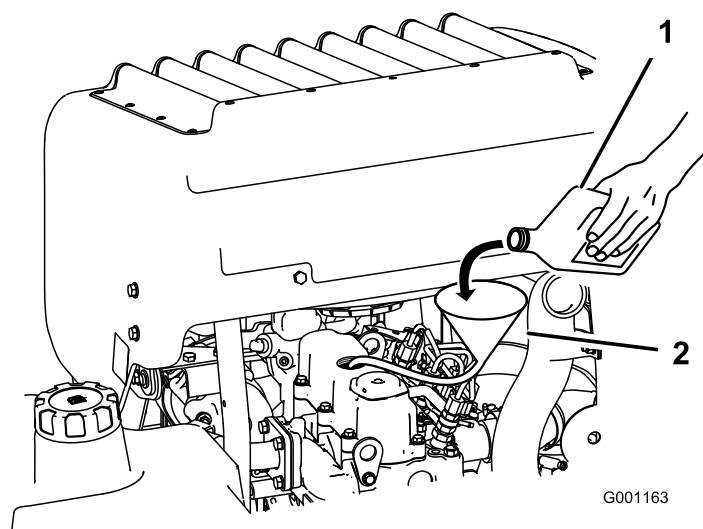

Figura 64
3. Utilize um tubo e um funil para adicionar óleo ao motor (Figura 64).